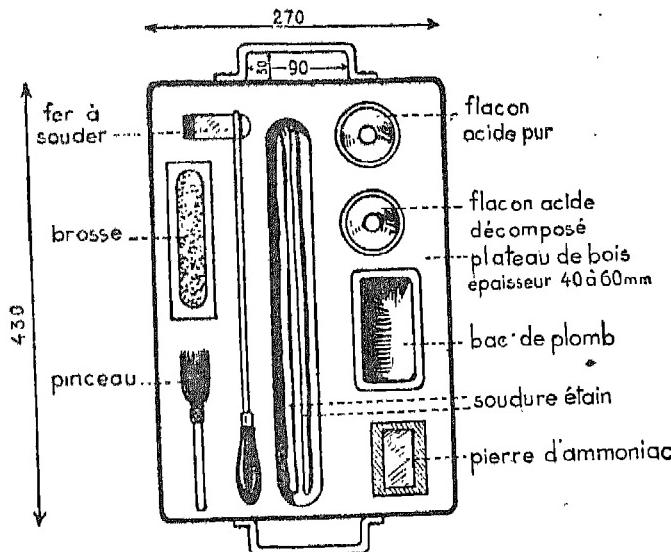

Fig. 11. -- Nécessaire à souder. Tout l'outillage nécessaire pour souder est porté par un plateau épais en bois, muni de deux anses.
3. Il est commode de disposer, dans chaque famille, d'un nécessaire à soudre (fig. 11), comprenant :